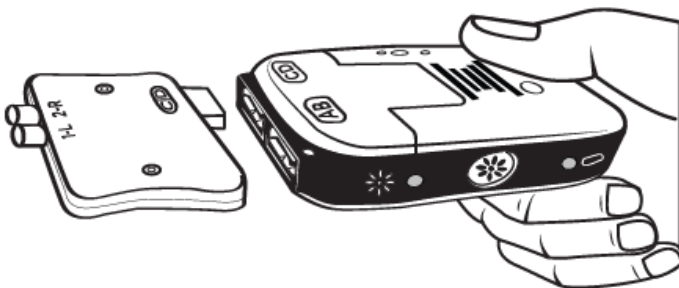

Рисунок 10. Соединение адаптера НТС и НТС 2
3. Вставьте адаптер НТС в порт НТС 2 с маркировкой «CD» (рисунок 10).